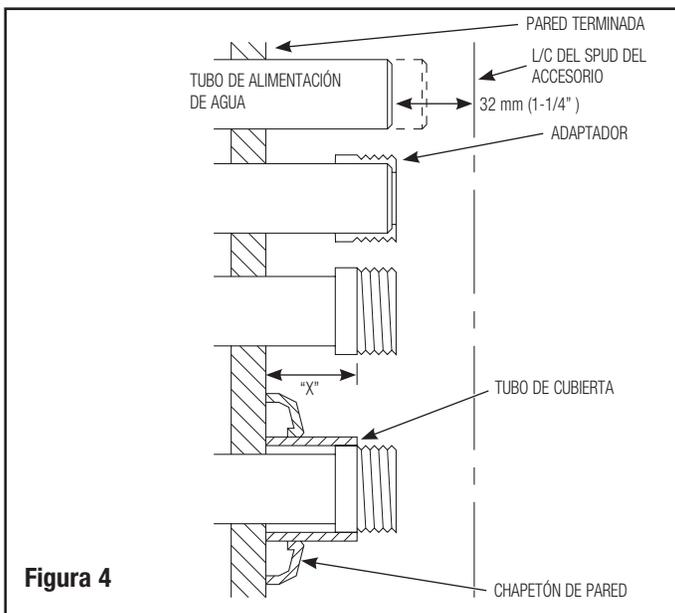

Figura 4
### Para aplicaciones de Soldadura Blanda, consulte las siguientes instrucciones y la Figura 4:
- Determine la longitud del Tubo de Cubierta midiendo la distancia de la pared terminada a la primera rosca del Adaptador (dimensión "X" en la Figura 4). Corte el Tubo de Cubierta a esta longitud.